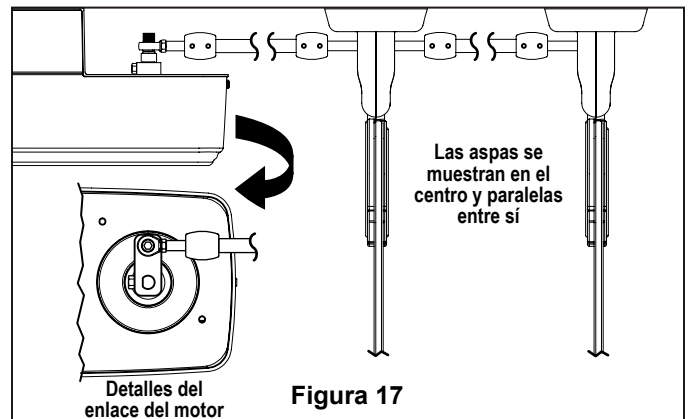

Figura 17
1. Gire el motor de modo que el enlace del motor sea perpendicular a la barra de conexión (vea Detalles del enlace del motor, Figura 17).